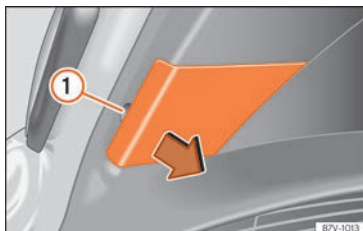

Fig. 113 En el portón trasero: quitar la cubierta.
2. Extraiga la cubierta cuidadosamente haciendo palanca con la parte plana del destornillador de las herramientas de a bordo (» fig. 102) por el rebaje » fig. 113 ①.